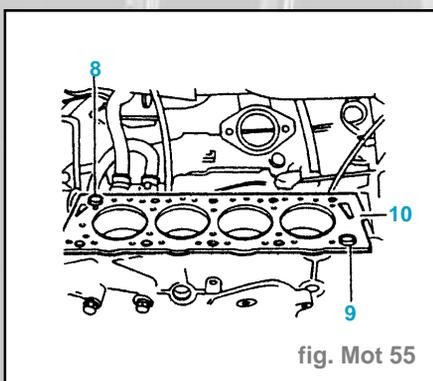

fig. Mot 55
- Mettre en place le joint de culasse neuf. languette (10) (fig. Mot. 55) côté embrayage.